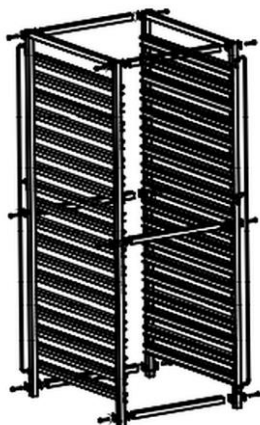

Fig. 1
7. Fissare le 6 traverse all'altra parte laterale. Usare le rondelle e le viti, come da descrizione precedente. (Fig. 1)